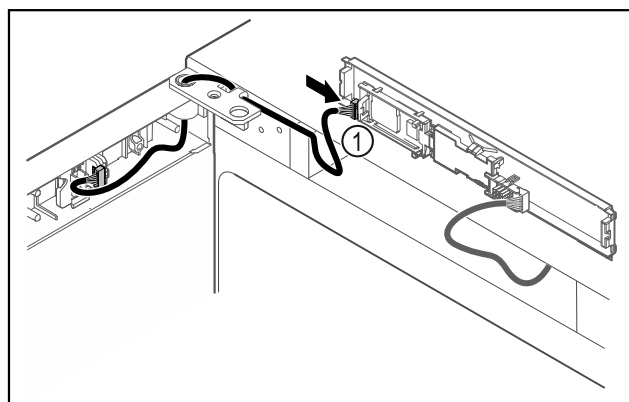

Fig. 40
- ▶ Připojte zástrčku Fig. 40 (1) na desku.